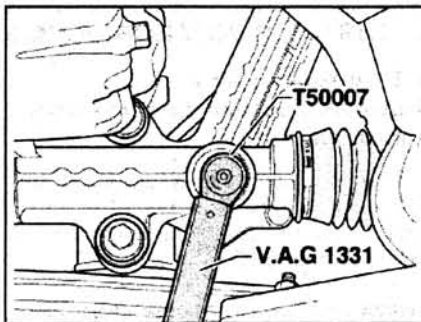

Рис. 6.19. Ослабьте регулировочный винт рулевого механизма на 1/2 оборота с помощью ключа T 50007.
15. Ослабьте регулировочный болт рулевого механизма на 1/2 оборота с помощью ключа T 50007 (рис. 6.19). Затяните регулировочный болт рулевого механизма моментом 20 Нм с помощью динамометрического ключа V.A.G 1331.